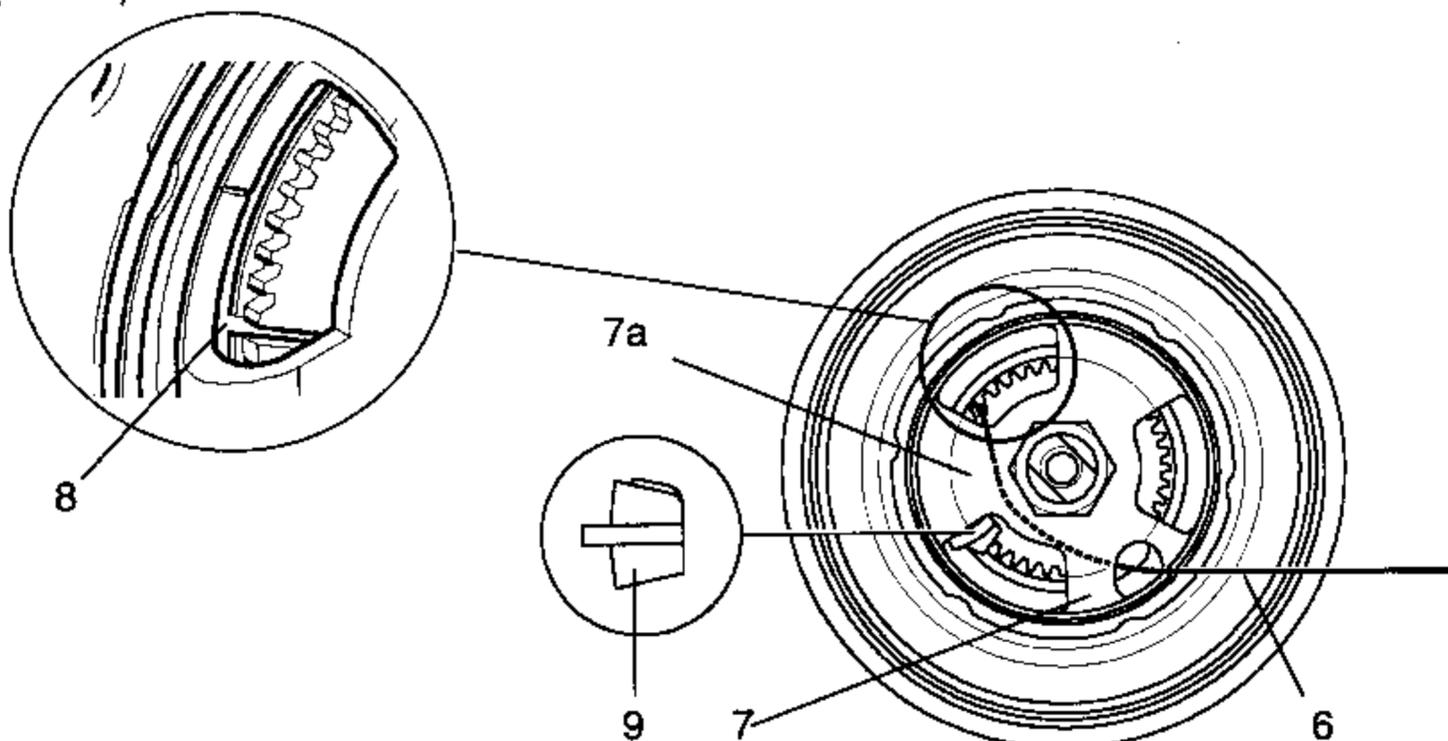

Bild 16
- Zugseilende mit Nippel durch die kleine Öffnung führen und unter den Stegen (7) und (7a) in Richtung Nippelabhängung (8) durchschieben.
- Nippel in Einhängung (8) setzen.
- Zugseil (6) spannen und **festhalten**, der rote Fixierkeil (9) wird frei und kann aus der Verzahnung entfernt werden.
- Zugseil langsam nachlassen (Zugseil wird durch Federkraft der Nabe aufgewickelt, Getriebeposition geht von Gang 1 nach Gang 12). (Bild 16)